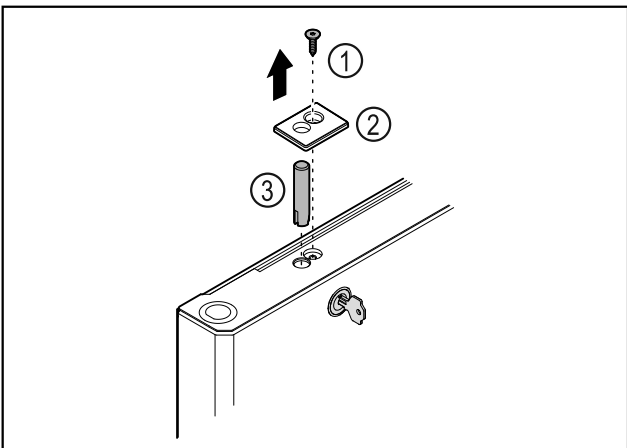

Fig. 43
► Зніміть гвинт Fig. 43 (1).
► За допомогою малої викрутки зніміть з фіксатора кришку Fig. 43 (2) і видаліть.
► Витягнути палець замка Fig. 43 (3).